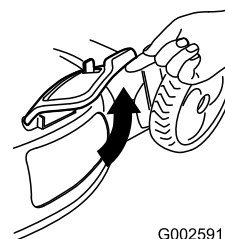

Figura 38
2. Alzate lo sportello di scarico laterale per aprirlo (Figura 38).